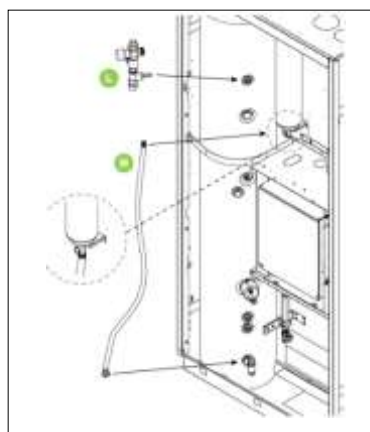

Figura 11-valvola termostatica
- 7) Fissare il modulo idro con viti G (fori per viti n° 9, figura 11).